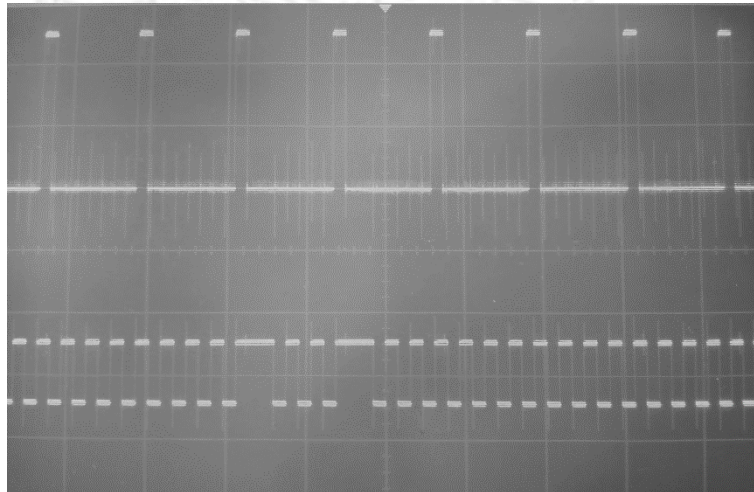

Figura 4.5 Comparación entre TP41 y TP43.
12. Predisponer el CODEC en ley A y observar que ahora la señal PCM está constituida principalmente por bits 0 y 1 alternados (Figura 4.5). Comentar si lo observado en la salida del CODEC coincide con la teoría estudiada en el trabajo previo de la práctica.